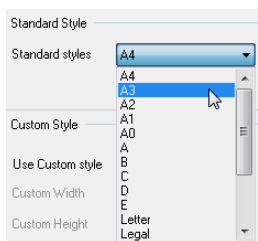

图 2.12
**Step 3** 单击 Standard styles(标准样式)栏右边的下拉按钮  ,在弹出的下拉列表中,可以选择已定义好的标准图纸尺寸,有公制图纸尺寸(A0~A4)、英制图纸尺寸(A~E)、OrCAD 标准尺寸(OrCAD A ~ OrCAD E)及其他格式(Letter、Legal、Tabloid)等,如图 2.12 所示。这里,我们设置为 A3。